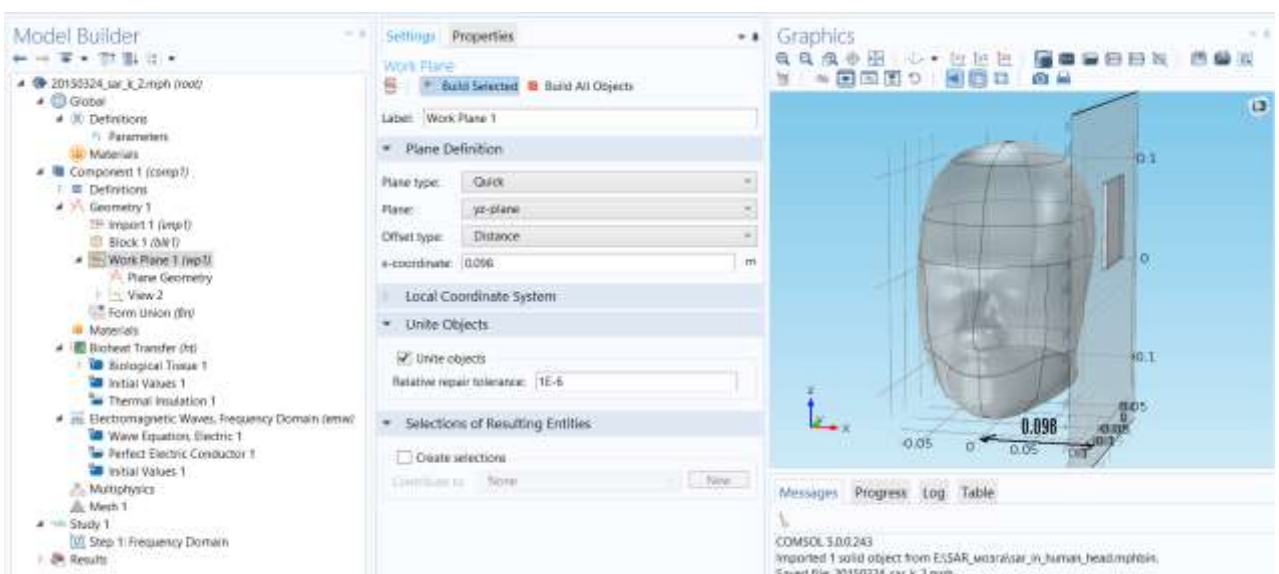

Рис. 11.7. Создание рабочей плоскости сдвинутой на 0.098 м
5. Кликните кнопку **Build Selected** (рис. 11.7).